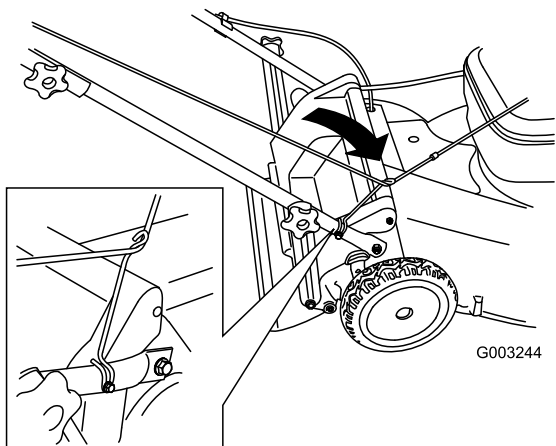

Figura 25
3. Avvolgete il cavo di avviamento attorno al guidacavo inferiore (Figura 25).